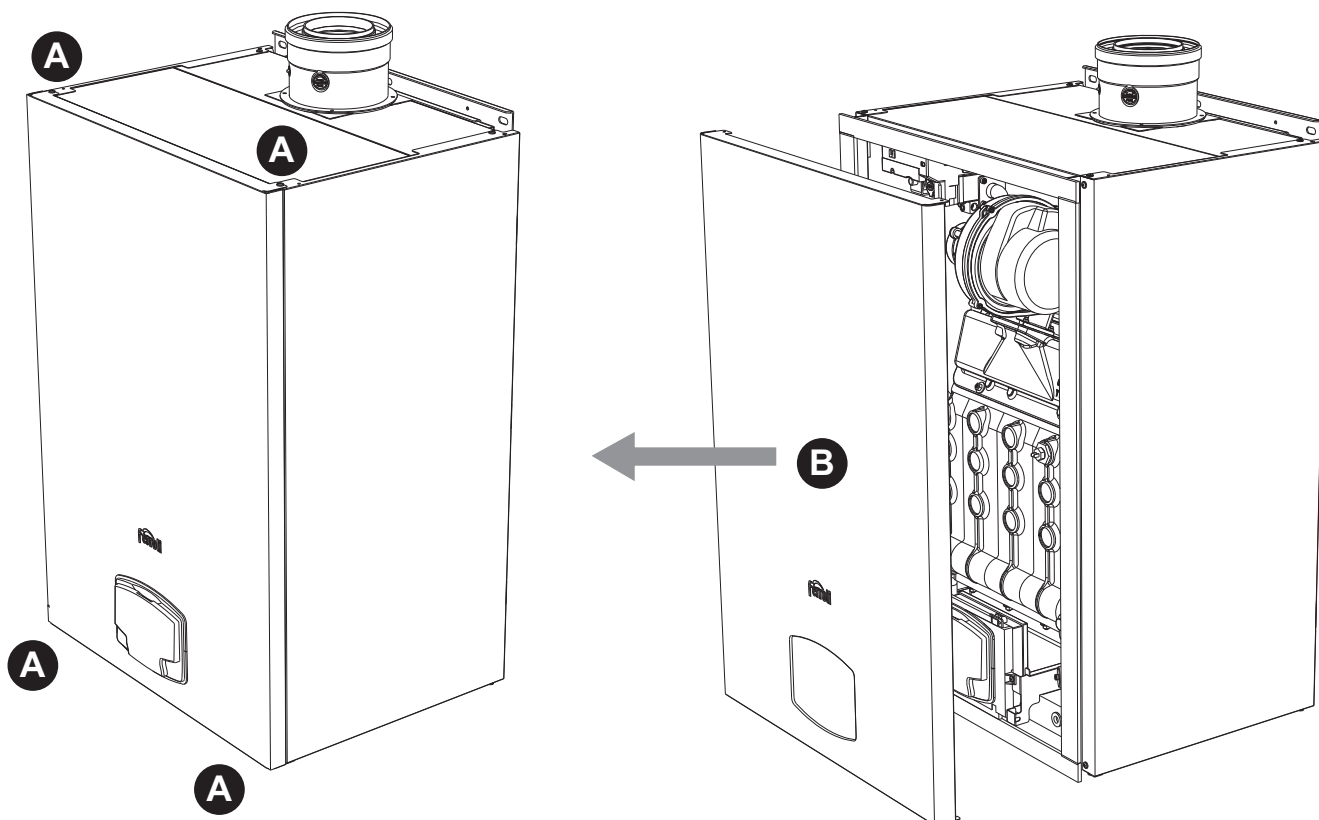

fig. 82- Ouverture du panneau avant
1. Dévisser les vis **A** (voir fig. 82).